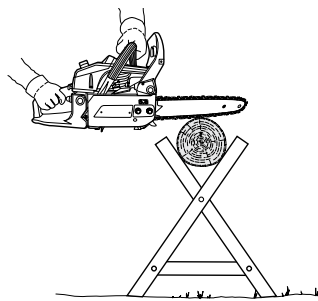

Fig. 28
- > Disposez de petites billes sur un chevalet de sciage ou sur une autre bille lorsque vous tronçonnez (Fig. 28).